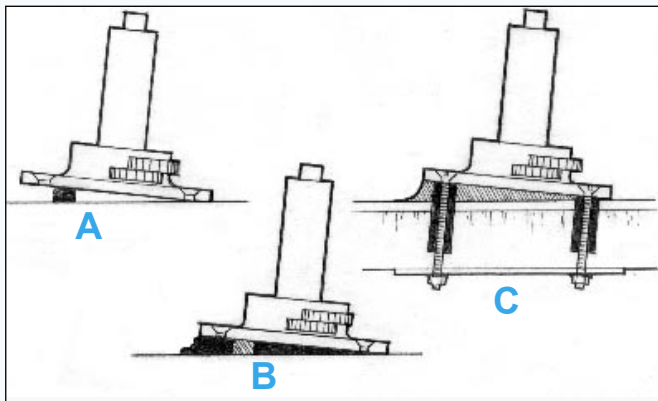

Figura 19 Sostegno della base per mezzo di piccoli blocchi - applicare una quantità sufficiente di resina addensata a stuccare il vuoto.
2. Incollare piccoli blocchi sul substrato in modo da regolare la base secondo l'altezza e la posizione desiderate (*ad es., winch base, Figura 19"A*").
4. Sistemare l'accessorio metallico appoggiandolo sui blocchi (Figura 19"B") e montare gli elementi di fissaggio.
5. Modellare la resina epossidica in eccesso attorno alla base nella forma di cordolo desiderata (Figura 19"C"). Prima di applicare un carico, lasciare catalizzare completamente la resina epossidica. Proteggere la resina epossidica dai raggi UV. (*ved. rivestimento di finitura a pagina 29*).